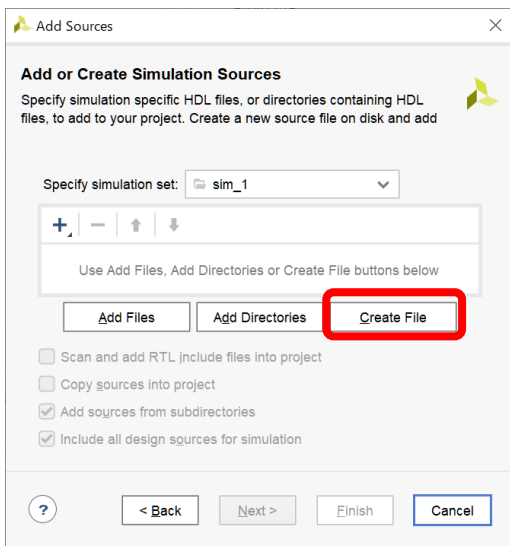

図 11.20 シミュレーションの手順 3
3) 「Create File」を選択する (図 11.20)。